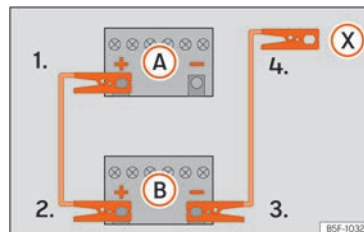

**Fig. 54** Esquema de conexión para vehículos sin sistema Start Stop.
2. Emborne un extremo del cable rojo de emergencia al polo positivo (+) del vehículo con la batería descargada **A** » » » **fig. 54**.
- 4a. *En los vehículos sin sistema Start-Stop:* emborne un extremo del cable negro de emergencia al polo negativo (-) del vehículo que suministra la corriente **B** » » » **fig. 54**.